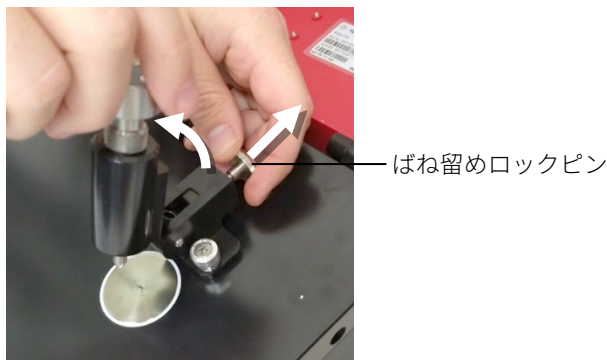

図6： サンプルプレスの配置
サンプルのロード／クリーニング・モードでは、サンプル・プレスの先端がダイヤモンド・ウィンドウのサンプリング表面から十分に離れるように、サンプル・プレスを最高の位置まで上げてください（図6を参照）。この位置にあると、サンプル・マウント領域に簡単にアクセスできるため、サンプルの
- 2 最初にサンプル・プレスの先端をクリーニングし、次にサンプル・マウント・ウィンドウをクリーニングします（図6を参照）。